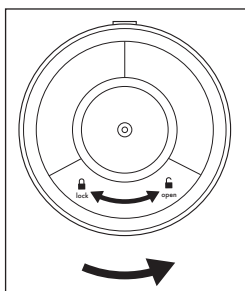

Abb. 1
2. Drehen Sie das Hauptgerät **7** auf den Kopf, um an den Batteriefachverschluss **13** zu gelangen. Drehen Sie den Batteriefachverschluss **13** gegen den Uhrzeigersinn in Richtung **open** , bis sich der Batteriefachverschluss **13** abnehmen lässt (siehe Abb. 1).